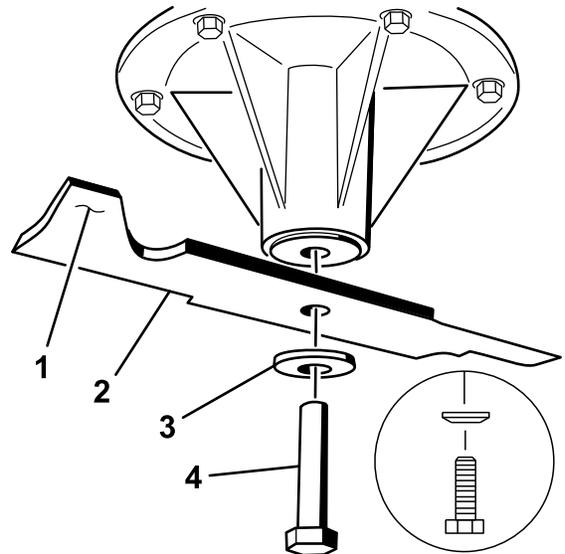

Figura 101
- Togliete il bullone, la rondella curva e la lama dall'asse del fusello (Figura 101).
- Se la lama non è bilanciata, limate del metallo soltanto dalla costa (Figura 101).